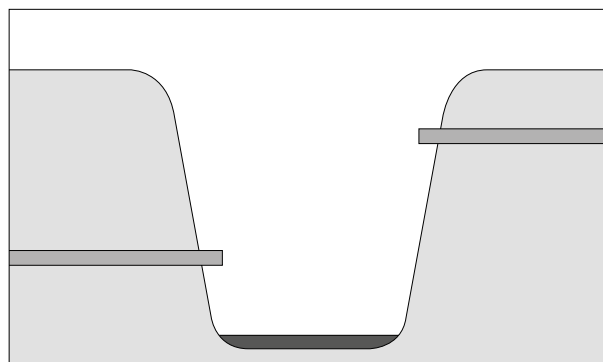

Fig. 4. Udgravning
Ifald produktet/konstruktionen **ikke** er forstærket mod vinkeltryk eller trafiklast, skal produktet/konstruktionen placeres minimum 2.000 mm fra bygninger, og trafik må ikke køre tættere på produktet/konstruktionen end 2.500 mm. Dette kan f.eks. sikres ved montage af afspærringskampesten, hegn eller pullerter. Udgravningen skal være mindst 1.500 mm bredere og 300 mm dybere end produktets/konstruktionens ydre mål. På bunden af udgravningen lægges mindst 300 mm stenfrit sand, der komprimeres til minimum 95 % standard proctor (SP). (Se fig. 4 og 5).